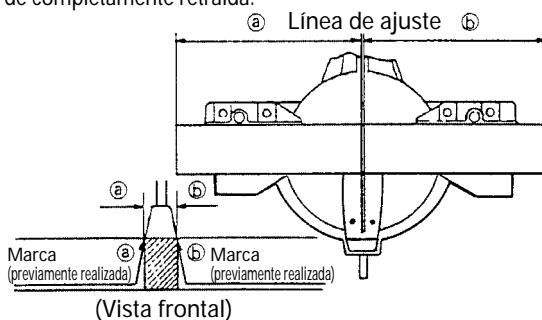

Fig. 21
- Como se muestra en la Fig. 21, la anchura de la hoja de sierra es la de corte. Por lo tanto, deslice la pieza de trabajo hacia la derecha (vista desde la posición del operador) cuando desee la longitud (b), o hacia la izquierda cuando desee la longitud (a). (Sólo modelo C10FCH2)